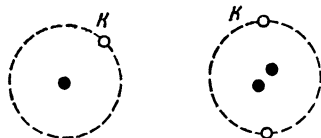

Рис. 3. Вот два самых простых атома: атом водорода (слева) и атом гелия (справа).
**Л.** — Поэтому мы поступим благоразумно, если в дальнейшем будем говорить о других атомах, а не об атомах твоего тела. Чтобы более наглядно представить себе строение атома, условимся обозначать каждую оболочку в виде окружности. Как ты, очевидно, знаешь, наиболее простое строение имеет атом водорода. Он состоит из одного протона и одного электрона, находящегося на оболочке *К*. В атоме гелия вокруг двух протонов ядра на этой же оболочке *К* вращаются два электрона (рис. 3).